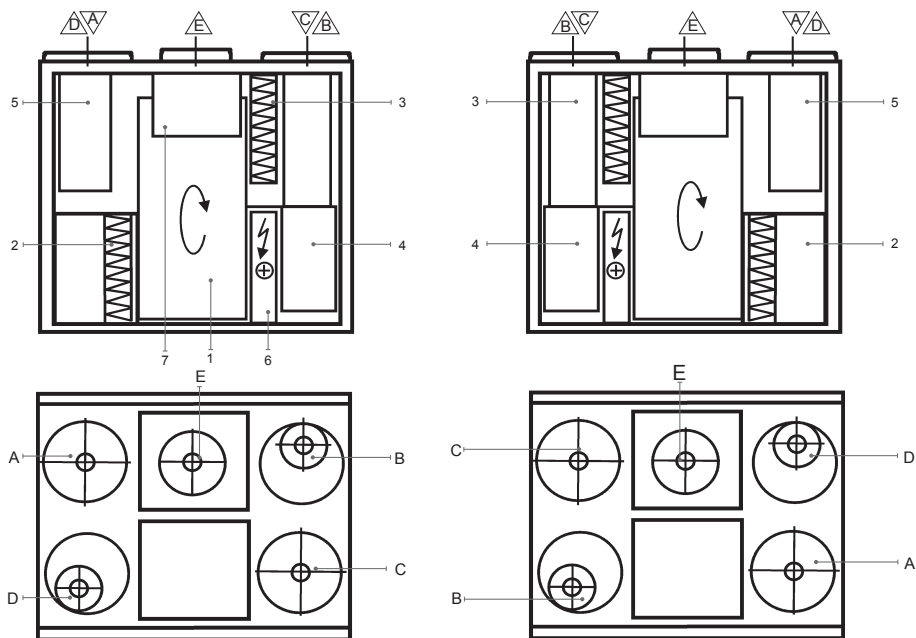

Рис. 3
- Устройство DOMEKT REGO 400VE(W) (Рис. 3) оборудовано ротационным теплообменником, воздушными фильтрами, электрическим воздухонагревателем, вентиляторами и автоматикой управления, обеспечивающей безопасную и экономичную работу устройства.